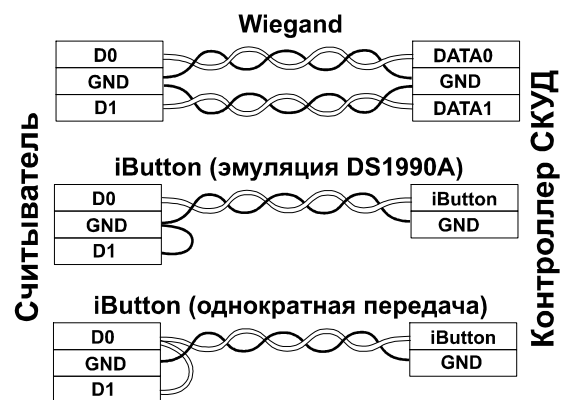

Рис. 2
- 2) Соединить провода считывателя в соответствии с Таблицей 1 и Рис. 2.
6) Подключить контроллер (см. Рис.2).
Интерфейса подключения считывателя к контроллеру можно настроить вне зависимости от режима (защищённый/незащищённый). Исходно активен протокол передачи данных Wiegand-26. Выбор протокола iButton (Dallas Touch Memory) осуществляется замыканием проводов DATA1 (белый) на GND (чёрный) (см. Рис.2). Передача iButton (Dallas Touch Memory) осуществляется по DATA0 (зеленый).